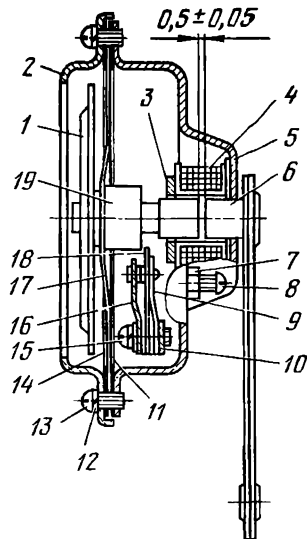

Рис. 202. Звуковой сигнал:
**Звуковой сигнал С311** (рис. 202) электромагнитный вибрационный, состоит из корпуса 5, прижимного кольца 2, сердечника 6 с